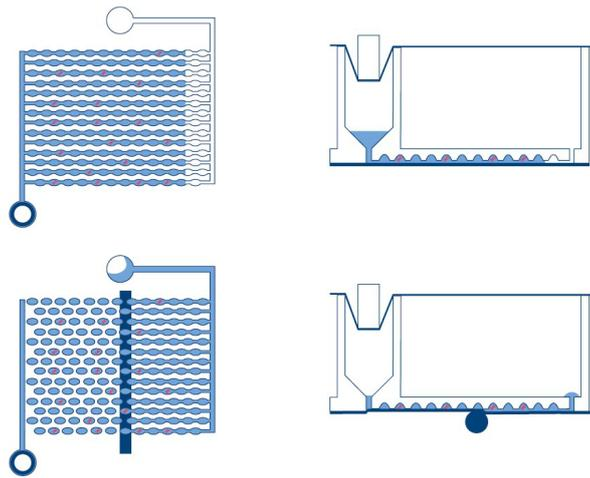

Abbildung 1. Schema der Befüllung und Partitionierung eines Wells.
- **Partitionierung:** Im ersten Gerätemodul werden die Mikrokanäle und Partitionen der Platte mit dem Probenmaterial und dem dPCR-Reaktionsgemisch gefüllt. Dies wird durch Kolbenstifte erreicht, die die elastische Oberversiegelung der Nanoplatte über jedem Well zusammendrücken. Dadurch entsteht ein Überdruck, der die Flüssigkeit aus dem Eingabe-Well in die Mikrokanäle und Partitionen pumpt. Anschließend werden die Verbindungskanäle zwischen den Partitionen durch Aktivierung eines Haftklebstoffs im druckgesteuerten Walzverfahren abgedichtet (siehe Abbildung 1).
- **Bildgebung:** Der letzte Verarbeitungsschritt ist die Bildgebung, die das Signal von jeder Partition der Nanoplaten-Wells erfasst. Im Utility-Modus kann der Benutzer die Nachweiskanäle und Bildgebungseinstellungen mithilfe der Experiment-Einrichtungsfunktion in der Software Suite konfigurieren. Im IVD-Modus sind die Bildgebungseinstellungen auf optimierte Bedingungen voreingestellt und erfordern keine Konfiguration durch den Benutzer. Die Partitionen, die ein Zielmolekül enthalten, emittieren Fluoreszenz mit höherer Intensität als Partitionen ohne Zielmolekül (siehe Abbildung 1). Weitere Einzelheiten und Spezifikationen zum Bildgebungssystem finden Sie in Abschnitt 8 Technische Daten.